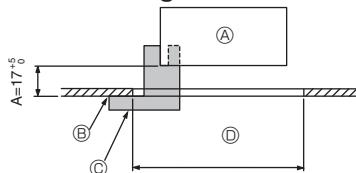

Fig. 9-2
①	Dimensiones de la rejilla	1	950 x 950 (mm)
②	Calibre de instalación	1	(Dividido en 4 partes)
③	Tornillo (4 x 16)	1	Para PLP-6EAE, PLP-6EALE, PLP-6EALME2
④	Panel angular del i-see sensor	1	Para PLP-6EAE, PLP-6EALE, PLP-6EALME2
⑤	Controlador remoto inalámbrico	1	Para PLP-6EALM2, PLP-6EALME2
⑥	Soporte del controlador remoto	1	Se incluye si la unidad dispone del mando a distancia inalámbrico.*
⑦	Pilas LR6 AA	2	Se incluye si la unidad dispone del mando a distancia inalámbrico.*
⑧	Tornillos roscados de 3,5 x 16	2	Se incluye si la unidad dispone del mando a distancia inalámbrico.*
9.2. Preparación para conectar la rejilla (Fig. 9-2)
- Con el calibre ② que se entrega con este equipo, ajuste y compruebe la posición de la unidad principal en relación con la superficie del techo. Si la unidad principal no está colocada en el techo de forma adecuada, podrían producirse escapes de aire o generarse condensación.